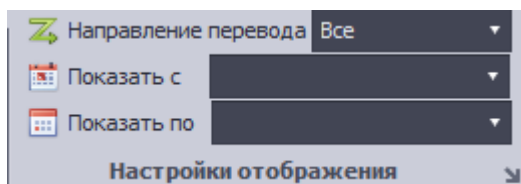

Рисунок 5. Меню вкладки «Стили»
- ✓ Настройки отображения - содержит инструменты, позволяющие выбрать интересующее направления перевода, а также временной интервал отображения. (рис. 5)